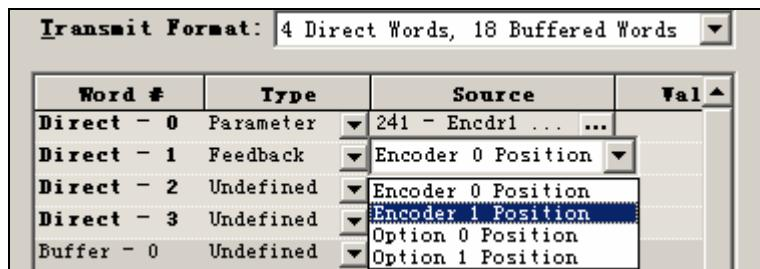

图 6-26 配置 Direct Word-1
11) 在 Direct Word-1 一项中，选择 Feedback 作为 Type。然后在 Source 中，点击 ，选择参数 241[Encoder 1 Position]作为 Direct Word-1 的 Source 参数。上述设定的含义是将来自手轮编码器的位置反馈值发送到光纤网络上。Direct Word-1 参数设置如图 6-26 所示。